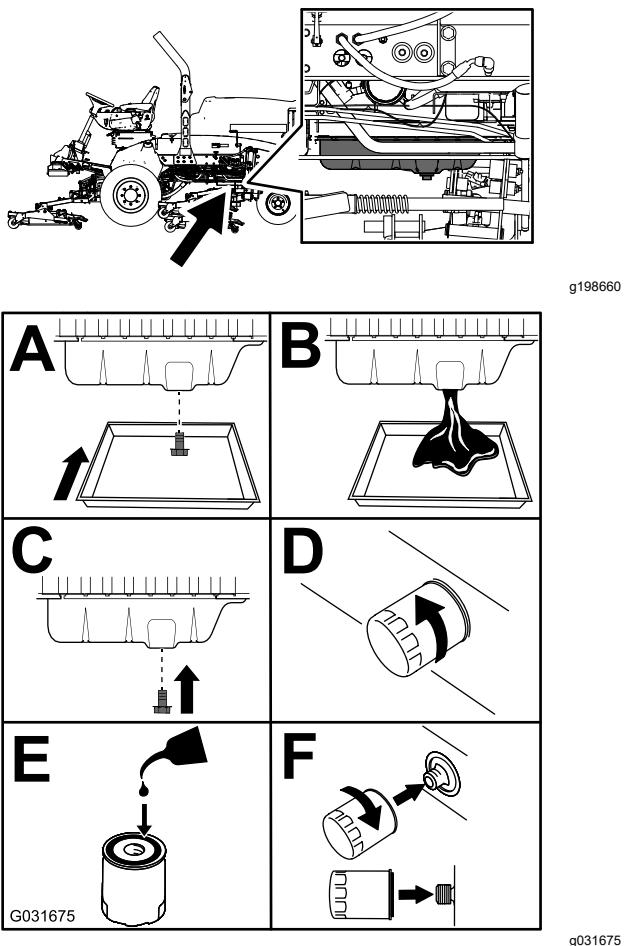

Рисунок 48
3. Замените моторное масло и масляный фильтр (Рисунок 48).